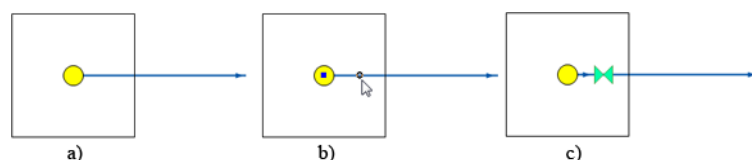

Рисунок 6.12. Вставка объекта на существующую сеть
2. Отметить точку вставки на участке, для этого подвести курсор к предполагаемой точке разбиения и нажать левую клавишу мыши. Место на отрезке отобразится кружком, в точке перелома- квадратиком (смотрите Рисунок 6.12, «Вставка объекта на существующую сеть»b);
4. Из списка объектов выбрать нужный и нажать левую клавишу мыши. Выбранный объект будет изображен на схеме. (смотрите Рисунок 6.12, «Вставка объекта на существующую сеть» с).